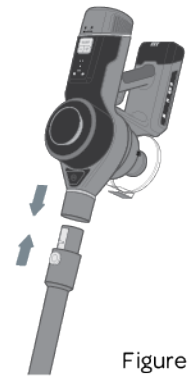

Figure 1
1. Maintenir enfoncé le bouton de déverrouillage sur le corps de l'aspirateur, puis tirer délicatement le corps de l'aspirateur pour le séparer du manche (Figure 1).